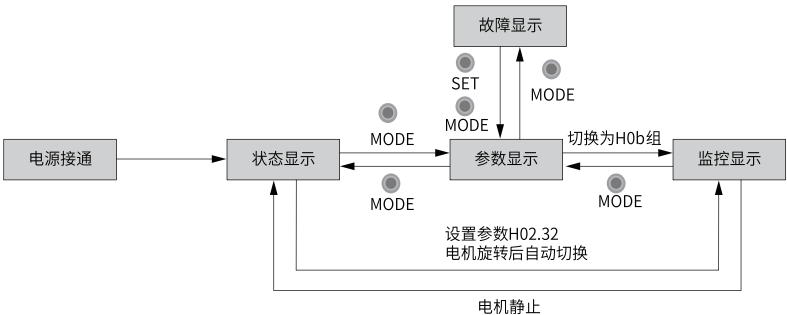

图5-2 面板各类型显示切换方法示意图
- 按“MODE”键可在不同显示模式之间切换，切换条件如第46页“图5-2”所示。